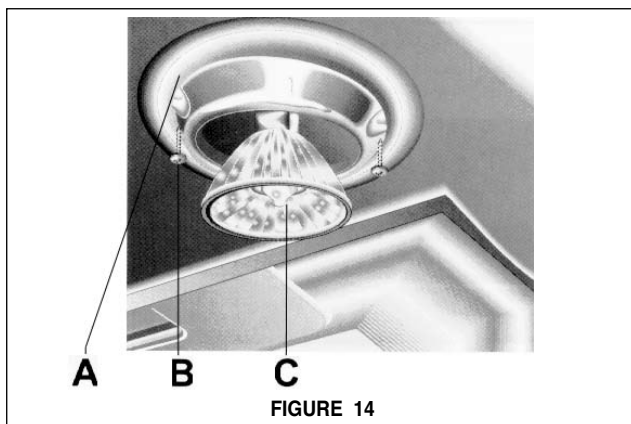

FIGURE 14
Avant de commencer, s'assurer que la hotte est hors circuit et que les autres ampoules ne sont pas chaudes. Les ampoules halogènes sont extrêmement chaudes lorsqu'elles sont allumées et tout contact peut causer des blessures graves. Pour remplacer l'ampoule, la bague (A) autour de l'ampoule (C) doit être retirée, tel qu'il est indiqué à la **FIGURE 14**. La bague (A) est fixée par deux vis (B). Retirer les deux vis et la bague, puis retirer l'ampoule et la remplacer par une nouvelle ampoule. Dès que l'ampoule est en place, replacer la bague.